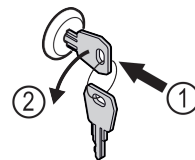

Fig. 167
- ▶ Shtyni çelësin brenda. Fig. 167 (1)
- ▶ Rrotulloni çelësin me 90° në drejtimin kundërorar. Fig. 167 (2)